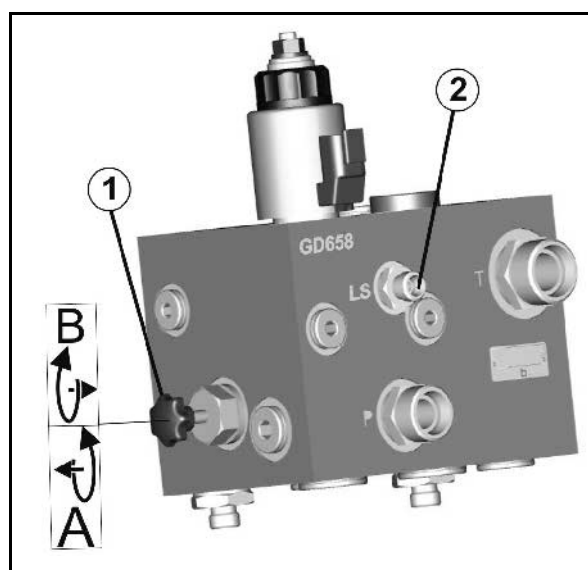

図 51
2. 牽引バーを安定した台（図 51/1）の上に載せて、両方の取り付けボルト（図 51/2）を外します。
3. スペーサ（図 51/3）を同程度に移動させることで、牽引バーを調節できます。緩衝器（図 51/4）は、取り外してはなりません。これは、トラクターからブロードキャスターに伝えられる衝撃を緩和するものです。